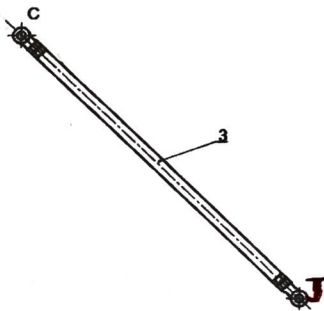

Figure 2
3.1. Isoler la bielle 3, faire le bilan des actions mécaniques et conclure (figure 2).